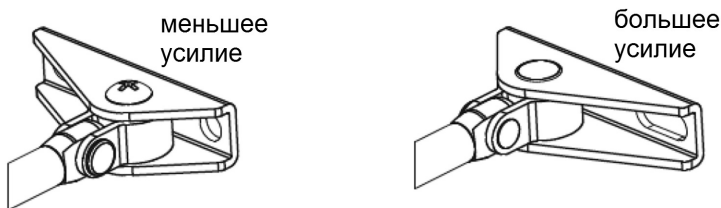

Рисунок 8 – Регулирование усилия закрытия путём ориентации башмака.
- Если модель доводчика имеет несколько классов EN по силе закрывания (EN4-EN5), это также необходимо учитывать при монтаже, - реализуется ориентацией несимметричного башмака (лапки) согласно выбранного усилия (см. рисунок 8).